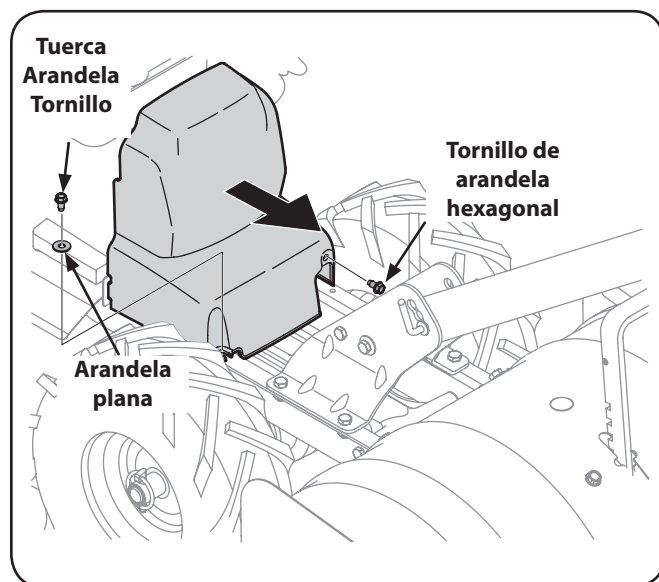

Figura 7-1
2. Retire la cubierta de la correa como se observa en la Figura 7-1, extrayendo primero los dos tornillos de arandela hexagonal de $\frac{1}{4}$ -20 y una arandela plana. Levante la cubierta de la correa, aléjela de la cultivadora y colóquela en un lugar seguro hasta que vuelva a instalarla.